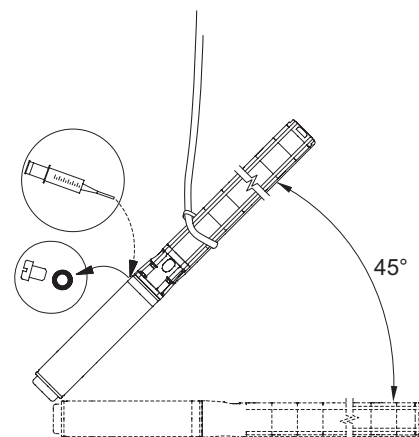

Fig. 3 Posición de la bomba durante el llenado – MS 6000
- Si se suministra el motor desde un almacén hay que comprobar el nivel del líquido antes de montar el motor en la bomba, ver fig. 3.
- En el caso de reparación hay que comprobar el nivel del líquido, ver fig. 3.
- Colocar la bomba sumergible como muestra la fig. 3. El tornillo de llenado debe estar en el punto más alto del motor.
- Inyectar líquido en el motor con una jeringuilla de llenado, fig. 3, hasta que el líquido vuelva a salir por el orificio de llenado.